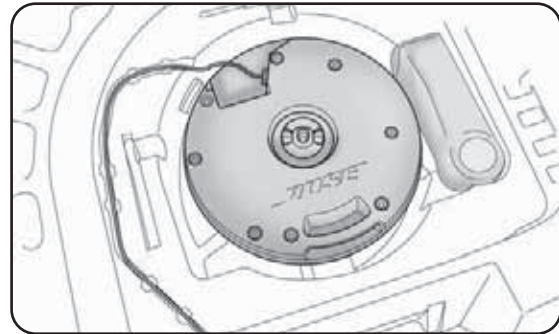

fig. 12
Subwoofer y "Kit Fix&Go Automatic" fig. 12
- coja el "Kit Fix&Go Automatic" ubicado en el lateral derecho del maletero (fig. 12);